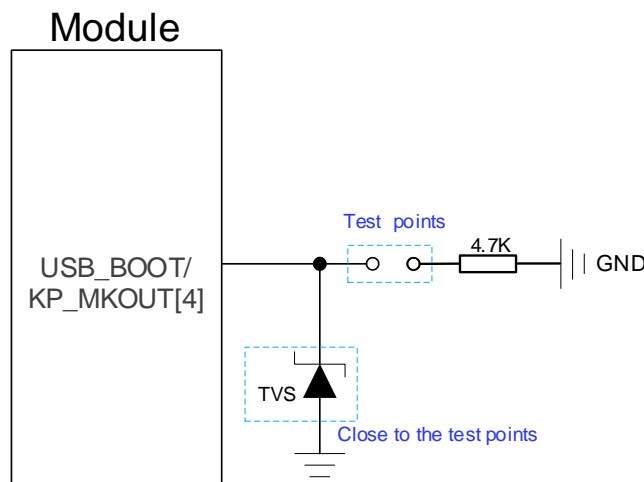

图 15: USB_BOOT 参考设计图
2. 使用 MCU 控制模块进入强制下载模式时需按照如上时序图进行控制,手动强制下载方式按照图 15 所示短接测试点即可。